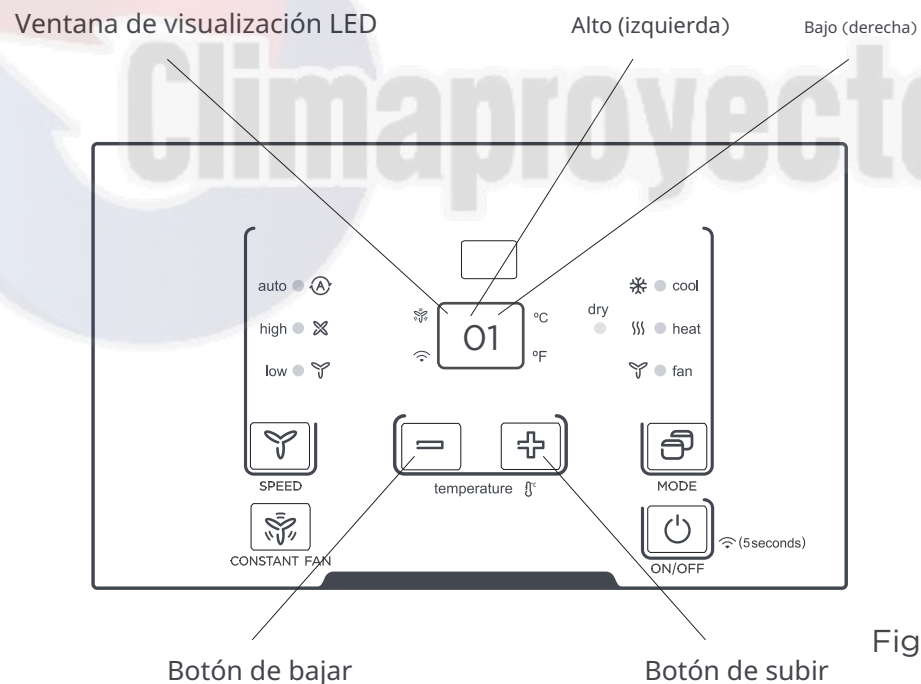

Fig.4
- Presione los botones de subida y bajada juntos durante 3 segundos para activar las configuraciones de interruptores de inmersión por control de panel (ver Fig.4).
- Configuraciones de funciones de visualización con 2 dígitos en la ventana de visualización LED, alto (izquierda) para interruptores DIP, bajo (derecha) para funciones (ver Fig.4).